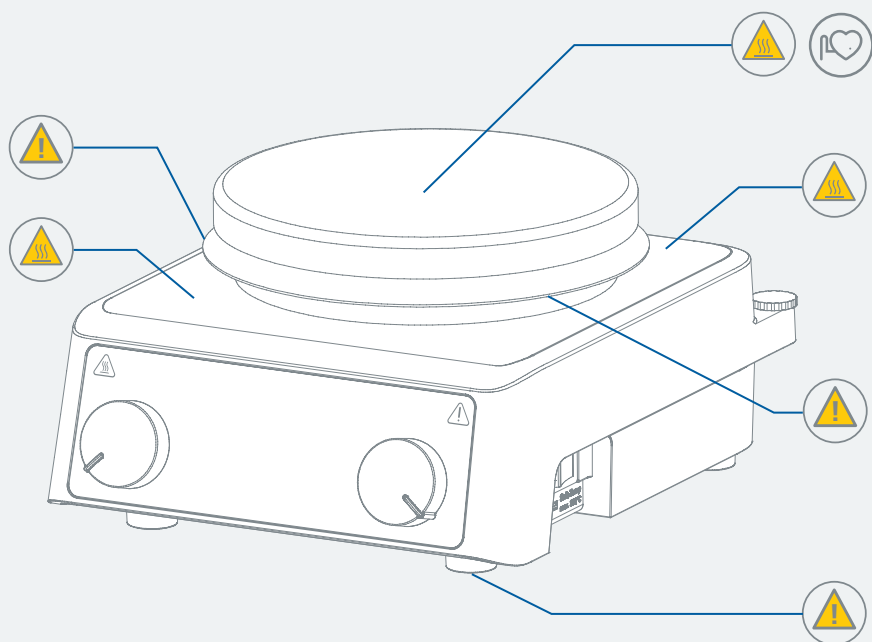

Fig. 1
- » Zwracać uwagę na miejsca zaznaczone na **Fig. 1**.